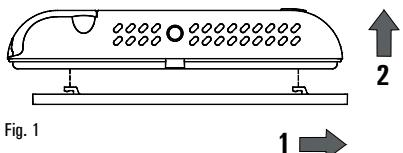

Fig. 1
- 1** Sganciare la piastra a muro innestata sotto la base del cronotermostato come indicato in Fig. 1.